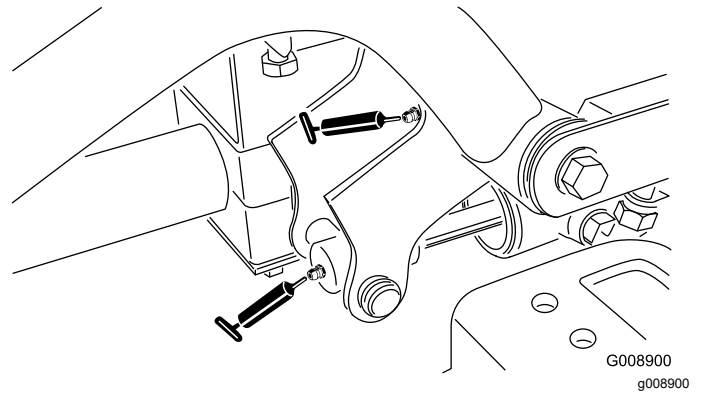

Figura 62
- Pivô do braço de elevação e cilindro de elevação dianteiros à direita (2 guarniões—Figura 62)